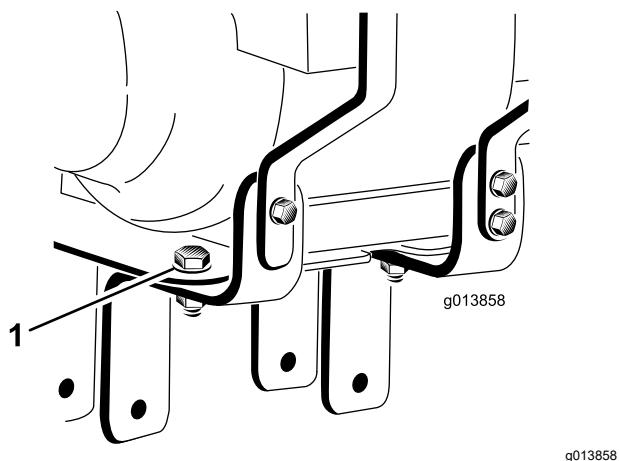

Figura 3
3. Desaperte, mas não remova, os dois parafusos e porcas que prendem os suportes de montagem do motor à placa de montagem do motor (Figura 3).